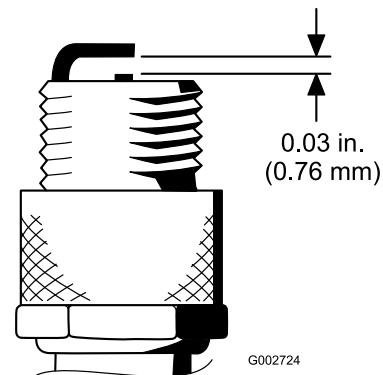

図 40
4. 図 40 のように、電極間のエアギャップを 0.76mm に調整する。